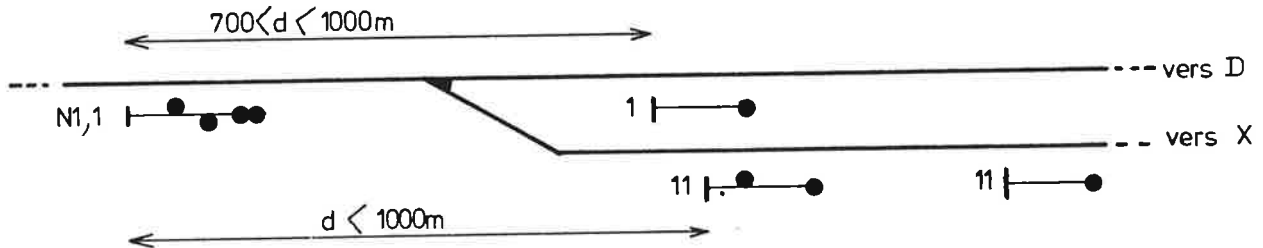

FIG. 24
A l'aide de la fig 24, supposons l'embranchement derrière le signal combiné de sortie N1 offrant deux possibilités de parcours : l'un vers la ville D ou le deuxième vers la ville X. La distance séparant N1 du premier signal de bloc sur la ligne vers D est comprise entre 700 et 1000 m. Si le grand mouvement vers D est choisi, le signal avancé indiquera la position du signal de bloc (1). Si nous choisissons la deuxième possibilité, nous remarquerons que la distance séparant les deux signaux principaux est de loin supérieure à 1000 m (ceci peut s'expliquer par le fait que cette ligne est faiblement fréquentée), ainsi le signal avertisseur ne doit pas jouer son rôle, celui-ci sera donc éteint. Toutefois sur cette ligne tout signal principal (11) devra être précédé d'un signal avertisseur.